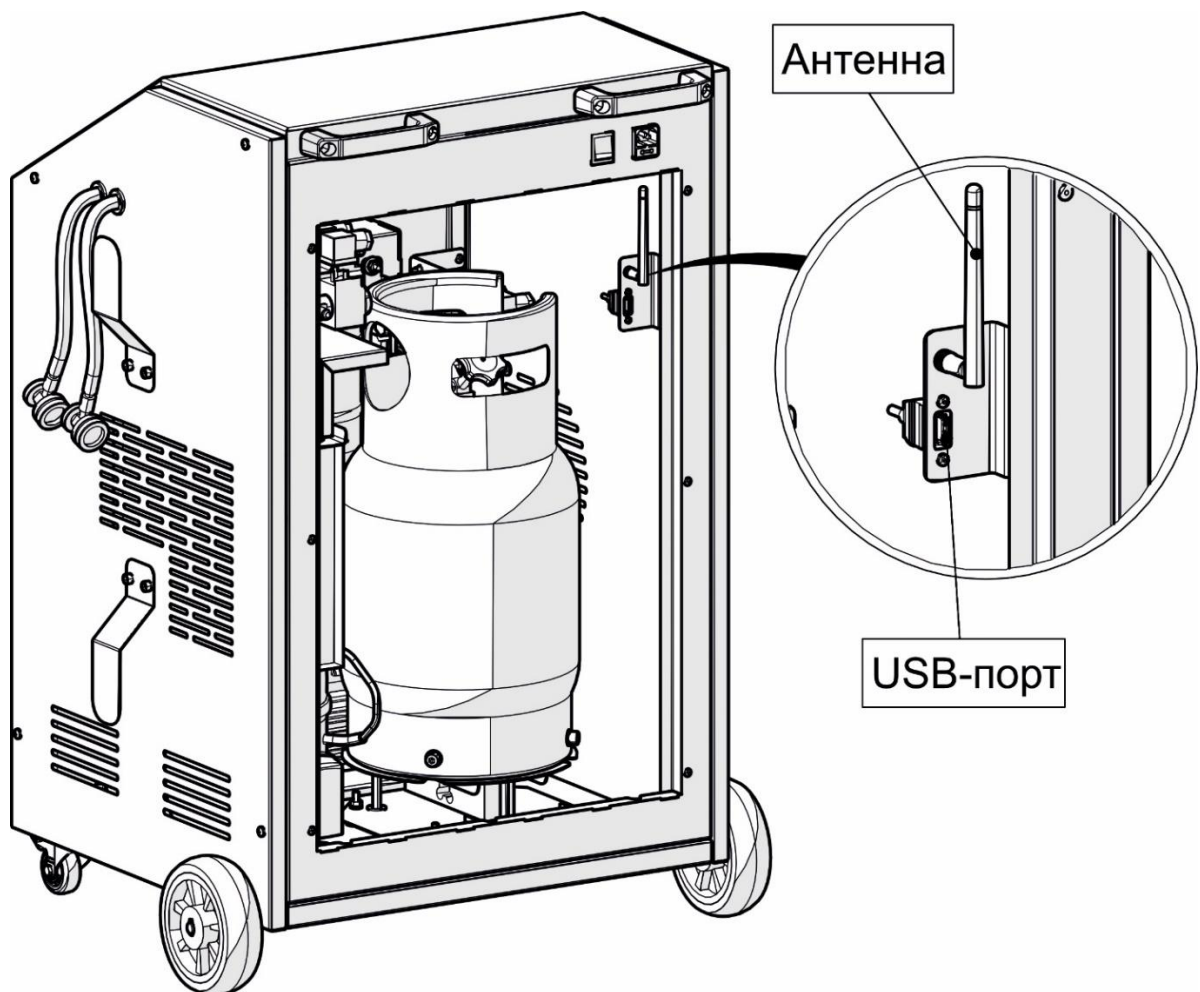

Рис. 7 Узел коммутации
9.2.1. Откройте заднюю дверцу для лучшего приема сигнала сети. Узел коммутации имеет приемную антенну (см. рис.7)
1.Скачать с сайта производителя файл прошивки и загрузить его через USB-порт (см. рис.7).
Для обновления понадобится USB Flash со свободным объемом памяти не менее 100 Мб, FAT32. Файл прошивки необходимо скопировать в корневую директорию USB Flash. Подключите USB Flash к установке через USB порт (рис.7) и запустите операцию Обновление ПО.
1.Скачать с сайта производителя файл Базы Данных и загрузить его через USB-порт (см. рис.7).
Для обновления понадобится USB Flash со свободным объемом памяти не менее 100 Мб, FAT32. Файл прошивки необходимо скопировать в корневую директорию USB Flash. Подключите USB Flash к установке через USB порт (рис.7) и запустите операцию Обновление БД.